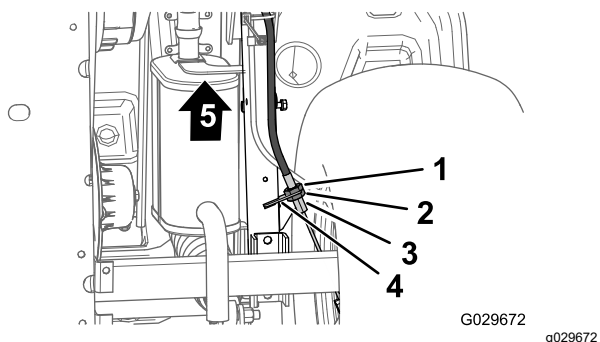

Figura 63
3. En la parte inferior de la máquina, afloje 4 vueltas la contratuerca trasera del ajustador roscado del cable del freno de estacionamiento (Figura 63).
4. Apriete la contratuerca delantera (Figura 63).
- A. Afloje 1 vuelta la contratuerca delantera (Figura 63) del ajustador roscado del cable del freno de estacionamiento.
- B. Apriete la contratuerca trasera (Figura 63).
- A. Afloje 1 vuelta la contratuerca trasera (Figura 63) del ajustador roscado del cable del freno de estacionamiento.
- B. Apriete la contratuerca delantera (Figura 63).